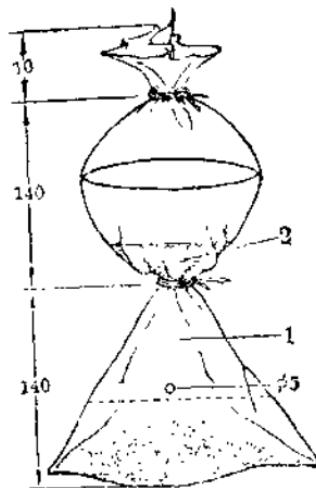

图 1
**制法：**取长 290 毫米宽 180 毫米的塑料袋一只（图 1），留出 10 毫米作袋口，其余部分分成各为 140 毫米长的两部分，中间部分起浮筒作用，下面部分装 150 克干燥漂白粉后，用扎底线扎紧，再在上半节塑料袋中装入一汤匙漂白粉，然后剪